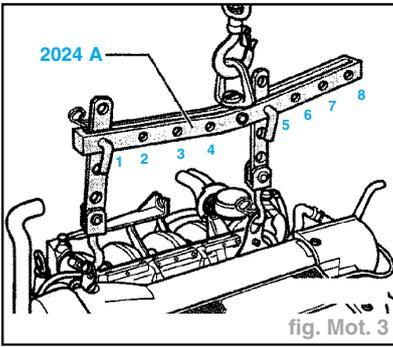

fig. Mot. 3
- Accrocher comme suit le dispositif de suspension 2024 A et le soulever légèrement avec la grue d'atelier (fig. Mot. 3) :